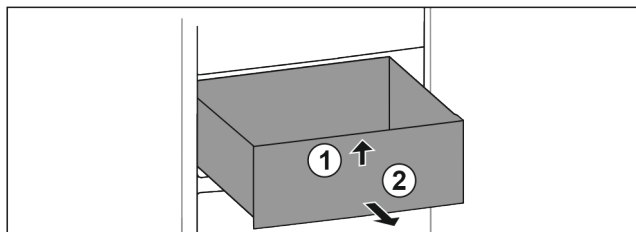

Fig. 14
- ▶ Приподнимите спереди Fig. 14 (1).
- ▶ Извлеките движением вперед Fig. 14 (2).